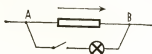

Рис. 3
8. В цепи имеется участок АВ, напряжение на котором равно 100 в (рис. 3). Перегорит ли лампочка от карманного фонаря, если присоединить ее к точкам А и В?